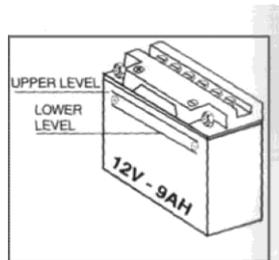

Abb. 44
- 4.1.1 Die Menge der Elektrolytmasse muss stets zwischen der minimal und maximal Marke liegen. Eine konstant gefüllte Batterie reicht normalerweise bis zu einer Reichweite von ca. 2000 km/h oder 2 Monate. (Abb. 44).